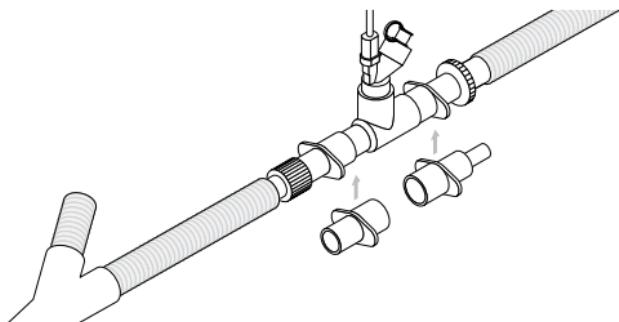

Afbeelding 5. De Aerogen Solo aansluiten op een ademhalingscircuit
1. Bij **ademhalingscircuits voor volwassenen** van 22 mm moet de vernevelaar met het T-stuk voor volwassenen worden aangesloten op de inademingstak van het ademhalingscircuit vóór het Y-stuk van de patiënt (afbeelding 5).
Opmerking: in afbeelding 5 wordt alleen de configuratie voor volwassenen weergegeven